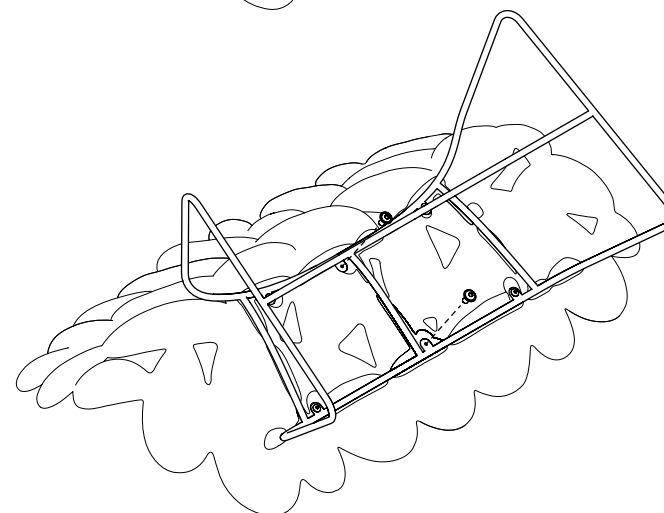

Fig.3
- Completare l'assemblaggio inserendo le restanti due viti, e assicurarsi infine il sufficiente serraggio su tutti i fori utilizzando la chiave esagonale in dotazione (Fig.3)
- Complete the assembly by inserting the remaining two screws and finally ensure that all screws are sufficiently tightened using the hexagonal wrench provided (Fig. 3)
- Terminez l'assemblage en insérant les deux vis restantes, puis assurez-vous que toutes les vis sont suffisamment serrées à l'aide de la clé hexagonale fournie (Fig. 3)
- Complete el montaje insertando los dos tornillos restantes y, por último, asegúrese de que todos los orificios estén suficientemente apretados utilizando la llave hexagonal suministrada (Fig. 3)